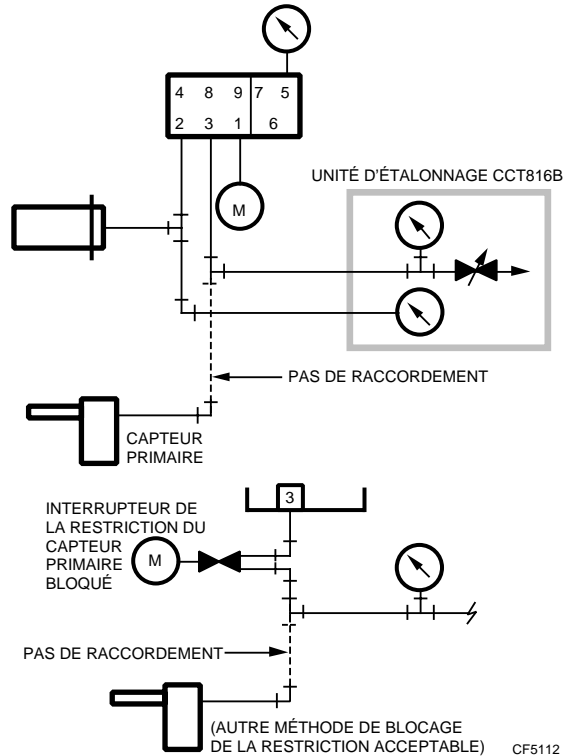

Fig. 11. Raccordement des canalisations pour l'unité CCT816B servant à l'étalonnage du point de consigne (W_1) du RP920B.
8. Fixer l'unité d'étalonnage CCT816B (Fig. 11) à l'orifice 3 (capteur primaire).